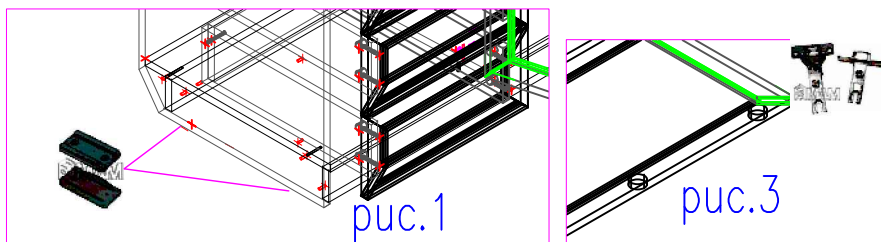

рис.1
1. На торцы деталей 1,2 согласно схемы сборки установить подпятники Ф №1(рис.1)